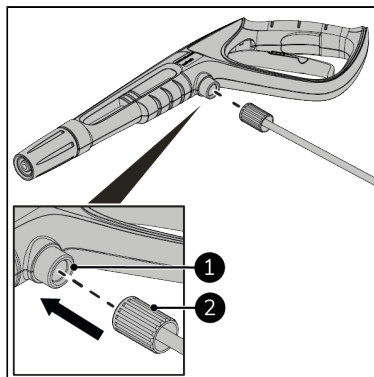

Abbildung 53.
2. Schrauben Sie den Hochdruckschlauch (Abbildung 53, Pos. 2) auf die Strahlpistole (Abbildung 53, Pos. 1).